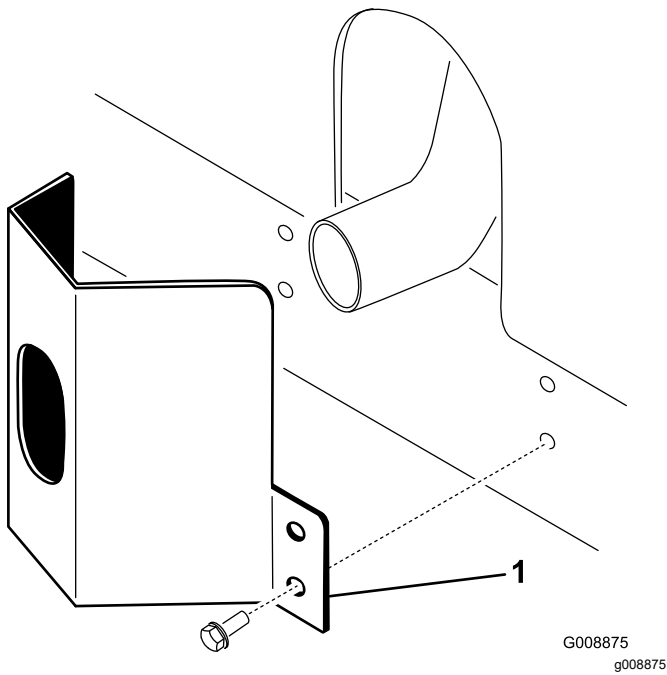

图 9
1. 将排气护罩放到消声器旁边同时将安装孔与机架中的孔对齐 图 9。